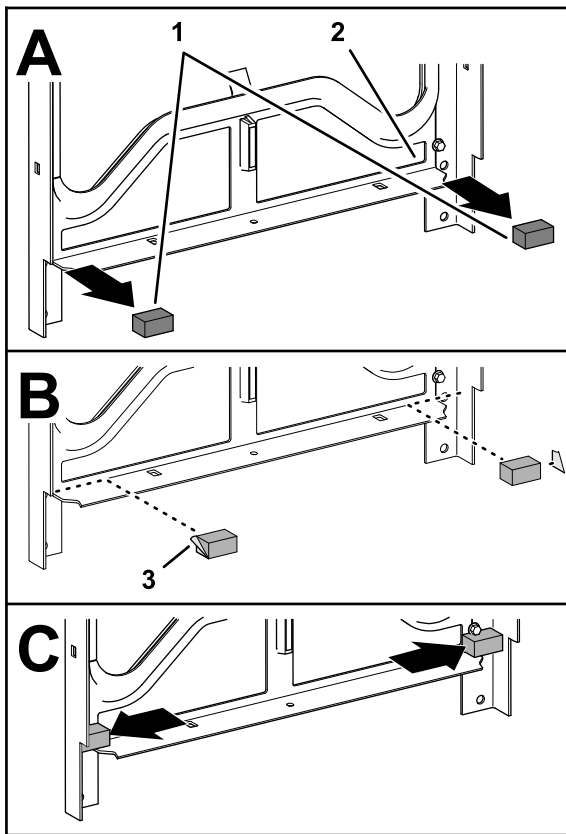

Figura 25
1. Retire las 2 juntas de espuma en las esquinas interiores inferiores del bastidor de montaje (Figura 25)
2. Limpie la superficie del bastidor donde ha retirado las juntas (Figura 25).
3. Retire la parte trasera de las nuevas juntas de espuma (Figura 25).
4. Monte las juntas de espuma, tal y como se muestra en la Figura 25.